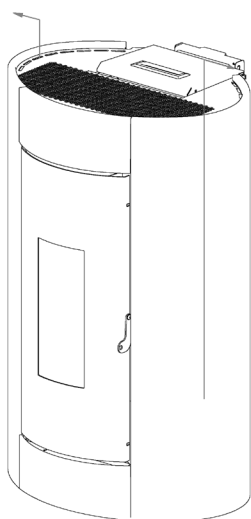

Fig. 58 - Usuwanie ścianek
- Odczepić ścianki od dołu ku górze (patrz **Fig. 58**).